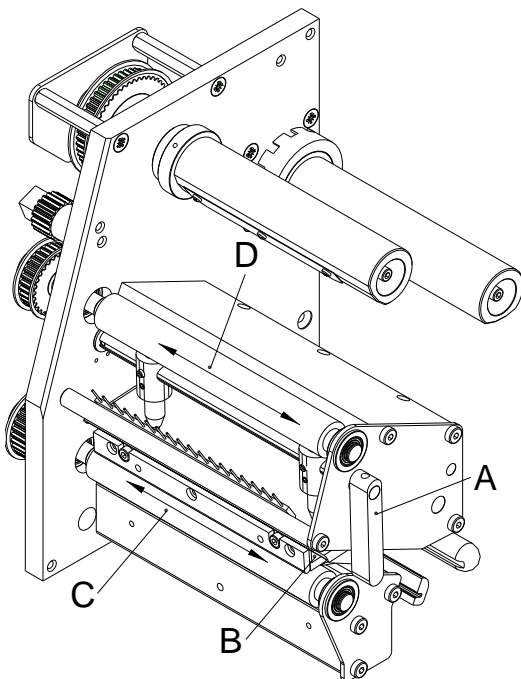

Abbildung 13
2. Roten Andruckhebel (A, in Abbildung 13) gegen den Uhrzeigersinn drehen, um den Druckkopf zu entriegeln.
4. Lichtschanke (A) mit Druckgas-Spray ausblasen. Die Anweisungen auf der Dose beachten!
5. Etikettenlichtschanke (A) kann zusätzlich mit einer Reinigungskarte (B) die zuvor mit reinem Alkohol befeuchtet wurde, gereinigt werden. Die Reinigungskarte ist hin und her zu schieben (siehe Abbildung).